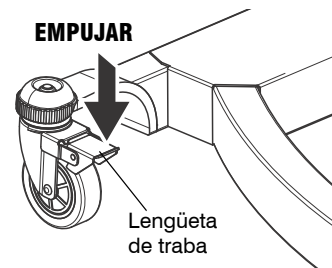

Figura 3-7. Bloqueo de rueda orientable
3. En la base de la máquina SF60 (módulo de base de 30FS), bloquear las ruedas orientables (Figura 3-7.).